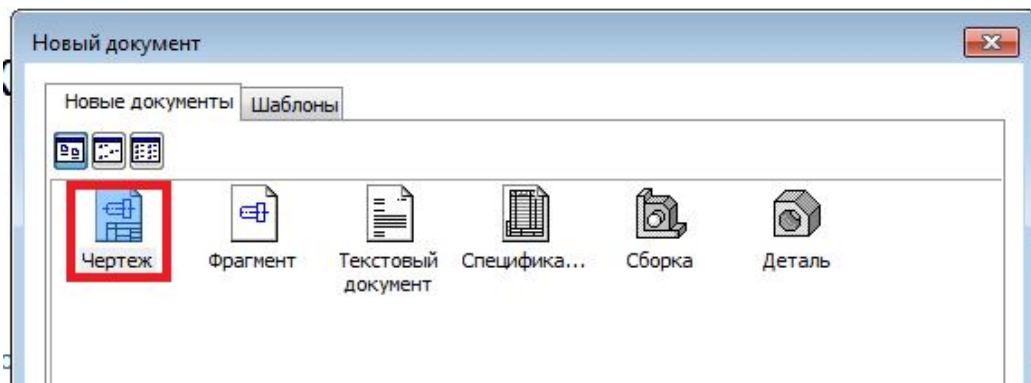

Рисунок 2.1 – Випадаюче меню
2. У випадаючому меню обираємо «чертеж» (рис. 2.1).